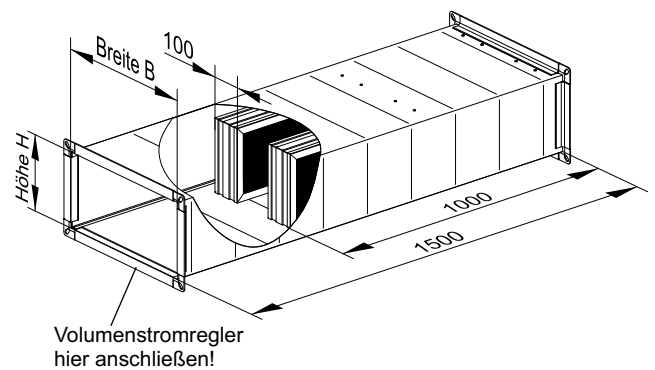

Abb. 9: Darstellung zur Montage des Schalldämpfers SKB-V
3. Schalldämpfer mit der Anschlussseite ohne Kulissen mittels Schraubverbindung an den Volumenstromregler montieren. Siehe Abb. 9.